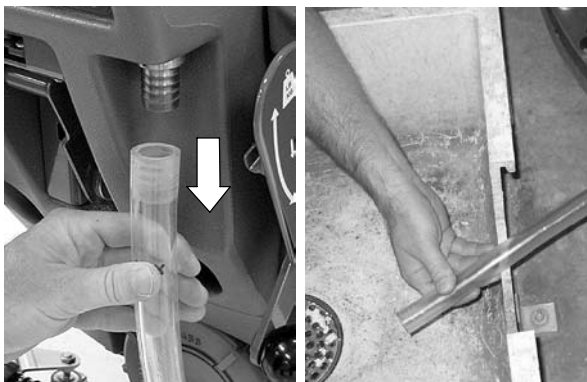

FIG. 31
1. Pour vider l'eau restante du réservoir de solution, tirez le tuyau de niveau du réservoir de solution hors du raccord de tuyau, comme illustré (Figure 31).
Durant le démarrage du chargeur, si le voyant rouge clignote deux fois, le chargeur est réglé pour des batteries humides/plomb-acide. Si le voyant vert clignote deux fois, le chargeur est réglé pour des batteries AGM/Gel/étanches/sans entretien (Figure 31).